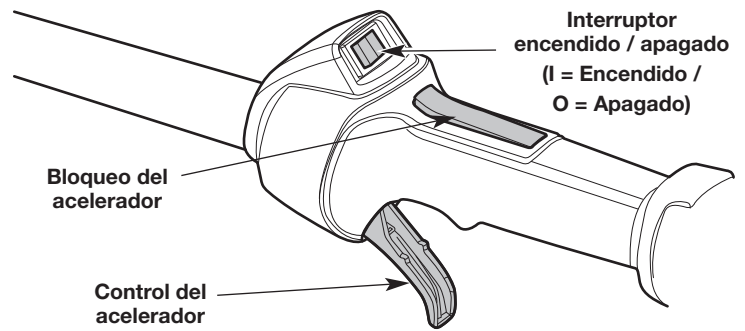

Fig. 14
NOTA: No hay necesidad de encender la unidad. El interruptor de Encendido/Apagado debe estar en la posición **Encendido (I)** en todo momento (Fig. 14).
NOTA: **NO** apriete el control del acelerador hasta el paso 8 (Fig. 14).
8. Oprima y mantenga apretado el bloqueo del acelerador (Fig. 14). Apriete el control del acelerador según sea necesario para el funcionamiento (Fig. 14).
2. Oprima y no suelte el interruptor de control de Encendido y Apagado en la posición **Apagado (O)** hasta que el motor se detenga por completo (Fig. 14).
NOTA: NO apriete el control del acelerador hasta el paso 8 (Fig. 14).
10. Oprima y mantenga apretado el bloqueo del acelerador (Fig. 14). Apriete el control del acelerador según sea necesario para el funcionamiento (Fig. 14).